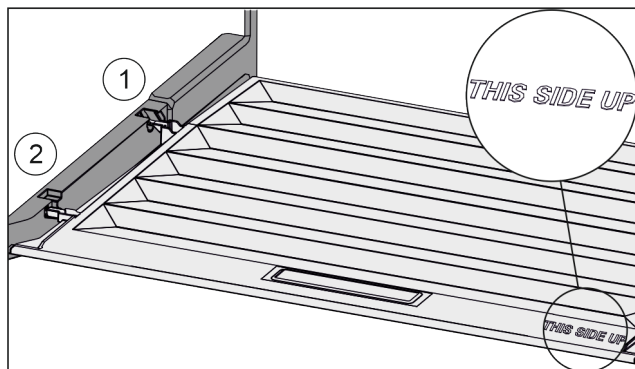

Fig. 116
- ▶ Ramiona pokrywy wprowadzić ponad otworem tylnego uchwyty Fig. 116 (1) i zazębić z przodu w uchwycie Fig. 116 (2).